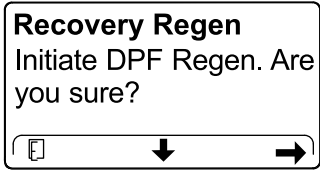

Figura 55
4. En la pantalla INITIATE DPF REGEN (Iniciar regeneración de DPF), pulse el botón derecho para continuar (Figura 55).